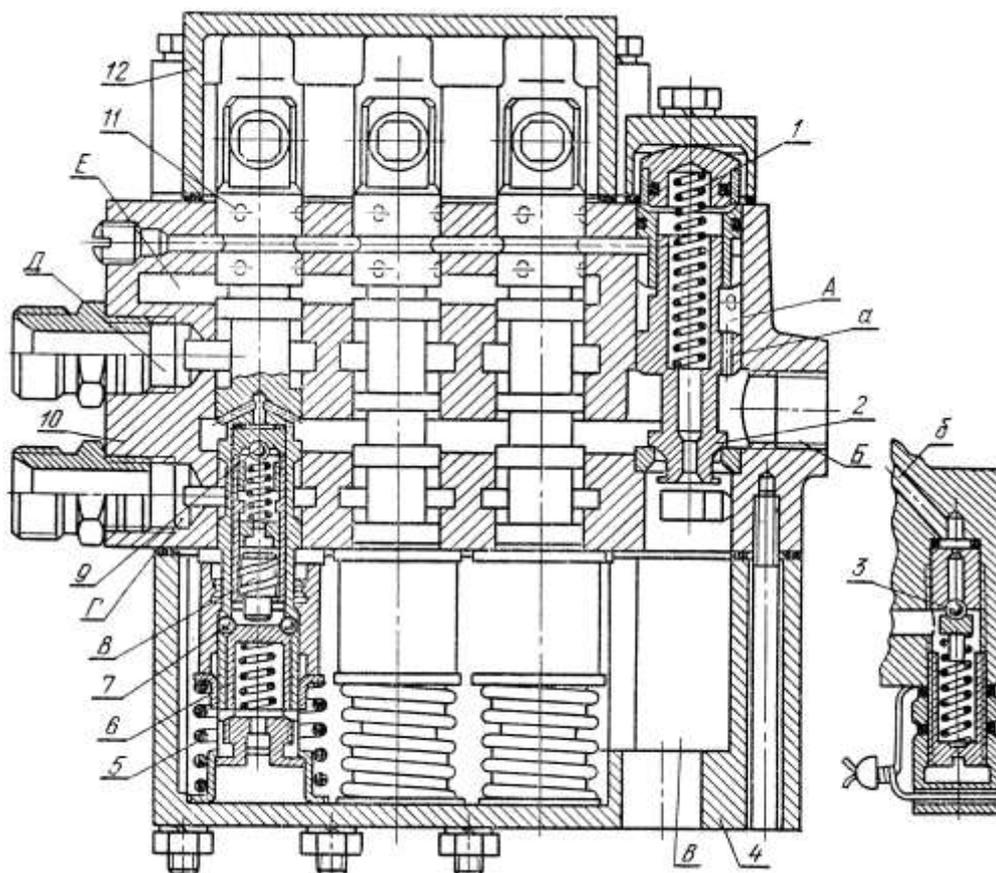

Рис. 38. Распределитель золотникового типа
7. Разберите золотниковый распределитель. Для чего снимите крышки **4** и **12** (рис. 38) корпуса распределителя и выньте один золотник **11**. Рассмотрите его устройство, а также устройство всех деталей, которые расположены на золотнике, установленном в корпусе.